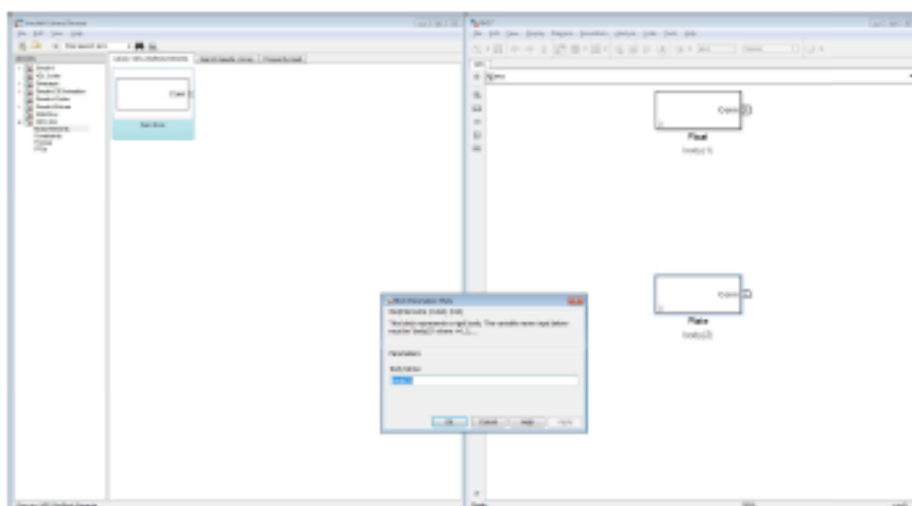

Figure 6.2: Adding two Rigid Body blocks to the RM3 WEC-Sim model
**ステップ 1:** Simulink モデルファイルの WEC-Sim ライブラリから 2 つの Rigid Body ブロックをドラッグし配置する。図 6.2